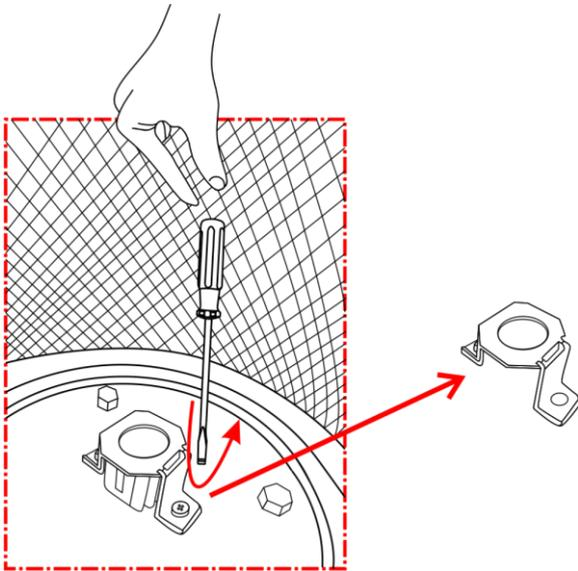

Abb. 06
- 05) Nehmen Sie die Lampenhalterung innen im Scheinwerfer heraus (Abb.06).